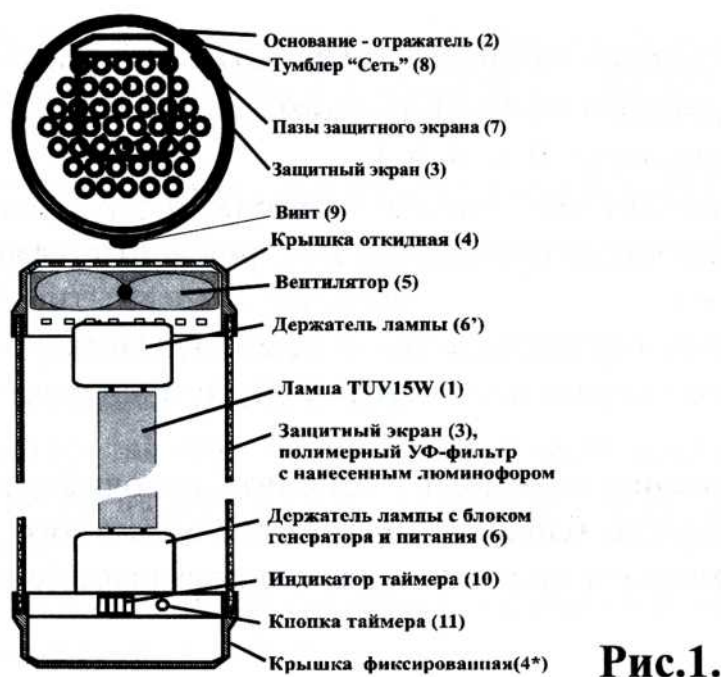

Рис.1.
2.1. Облучатель в сборе (рис.1)	- 1